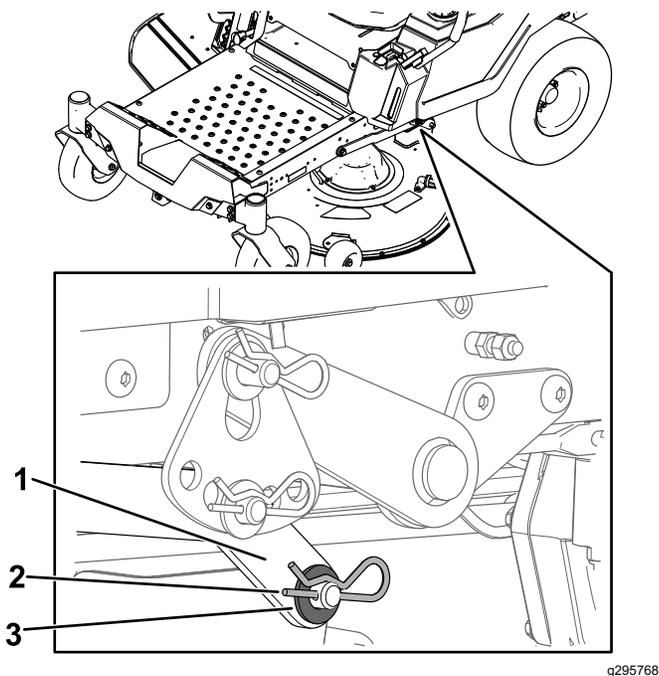

Рисунок 73
6. На одной стороне машины извлеките шайбу и шплинт из штифта деки (Рисунок 73).
- Снимите подъемный рычаг со штифта деки (Рисунок 73).
- На одной стороне машины поднимите заднюю часть деки газонокосилки и установите подъемный рычаг на штифт деки (Рисунок 73).
- Установите подъемный рычаг с помощью шайбы и шплинта (Рисунок 73).